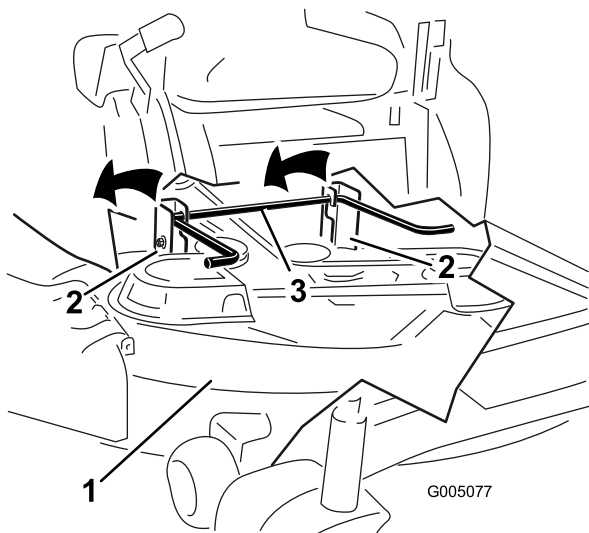

Figure 59
6. Soulevez et enlevez le tablier de coupe et les supports de la tige de levage arrière et abaissez la tondeuse au sol avec précaution (Figure 59).
5. Soulevez l'arrière du tablier de coupe et guidez les supports sur la tige de levage arrière (Figure 59).